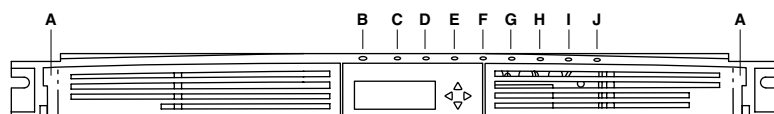

Figura 1
1. Sujete la aleta de extracción por el extremo derecho de la puerta biselada con bisagras (vea la Figura 1).